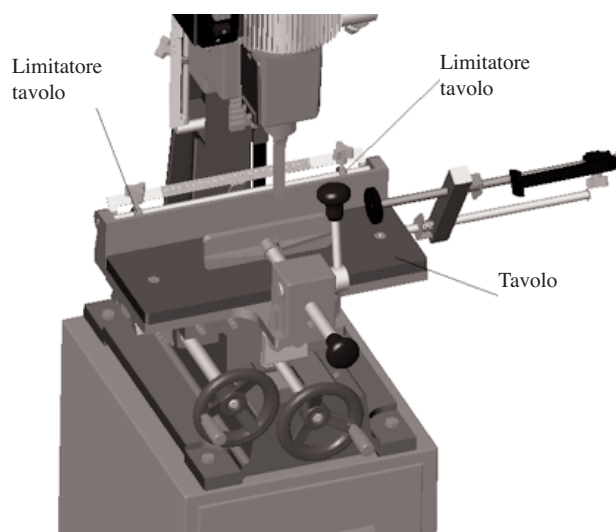

Fig. 5
3. Aggiustare i fermi del tavolo, Fig. 5, secondo la necessaria lunghezza della scanalatura da fare, quindi stringere le viti ad alette.